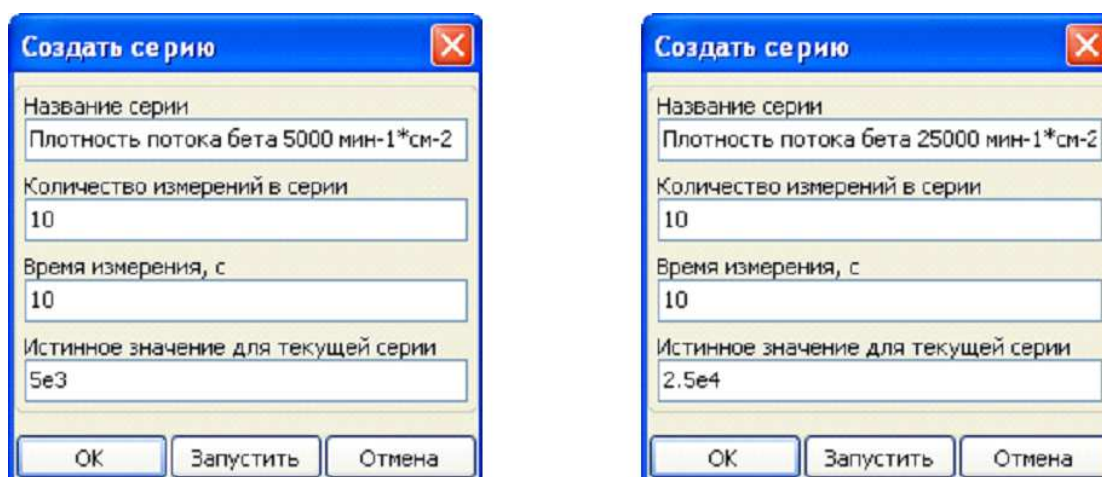

Рисунок 19. Параметры первой серии измерений (слева) и второй серии измерений (справа)
- создать запись о первой серии измерений с параметрами, отображенными на Рисунок 19 слева (в соответствии с требованиями методики градуировки п.п. 3.1.2, 3.1.3);
- создать запись о второй серии измерений с параметрами, отображенными на Рисунок 19 справа (в соответствии с требованиями методики градуировки п.п. 3.2.1, 3.2.2);